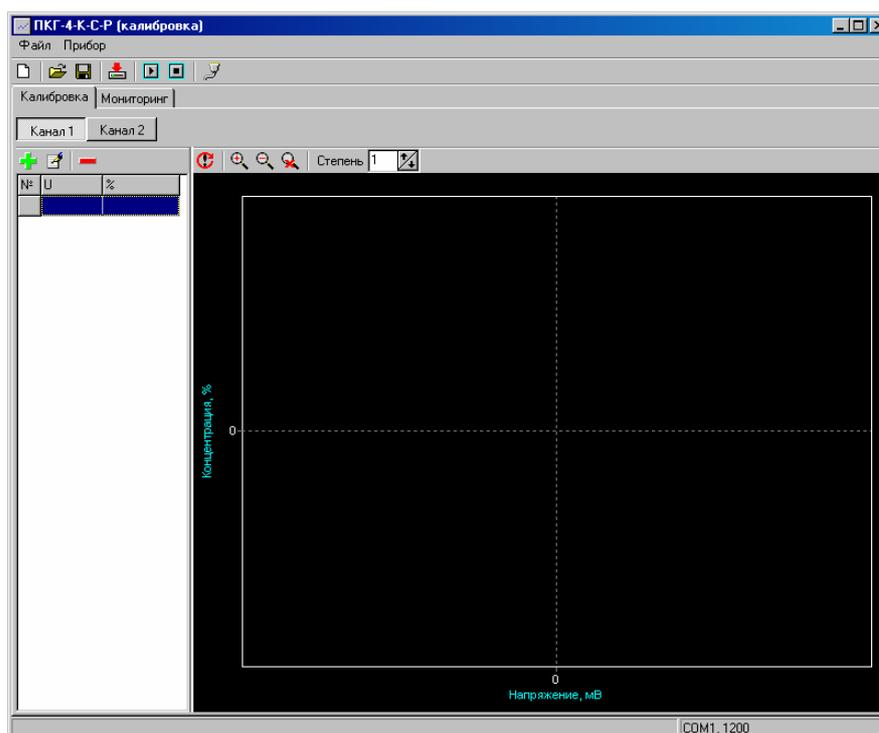

Рисунок 1
- d (см. Приложение, рисунок 1).